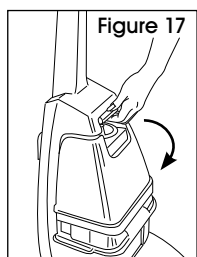

Figure 17
1. Placez le manche de l'aspirateur en position verticale et verrouillée. Pour retirer le réservoir, appuyez sur la poignée et tirez vers l'avant. (Voir Figure 17)